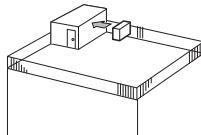

Fig. 2-3
① Coloque la salida de aire de frente a la pared más próxima a una distancia de unos 35 cm de ella. (Fig. 2-3)